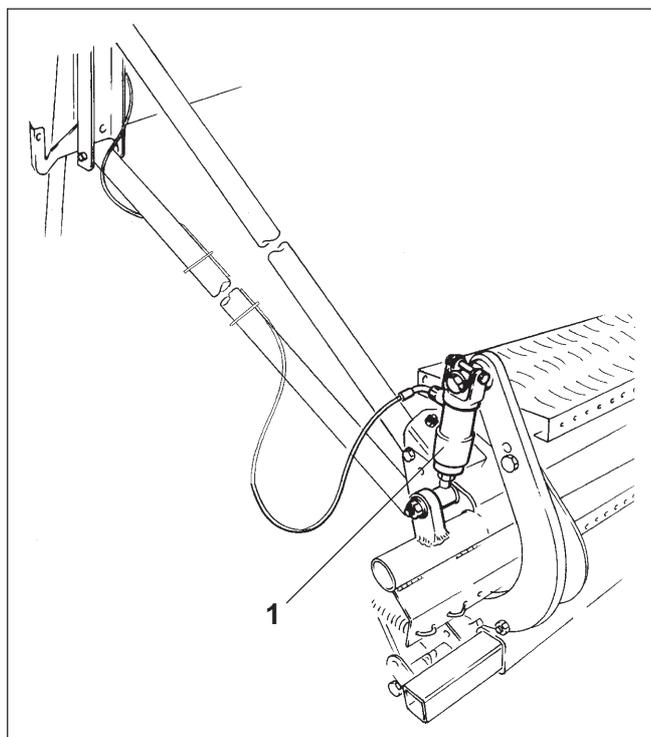
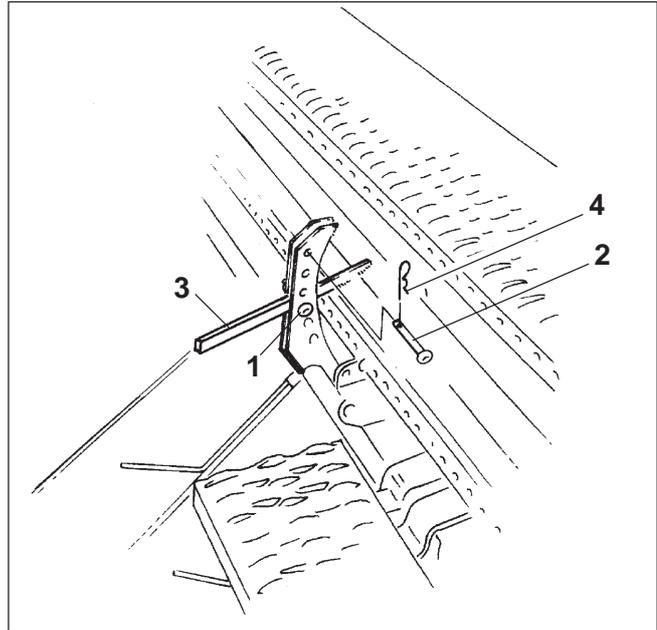
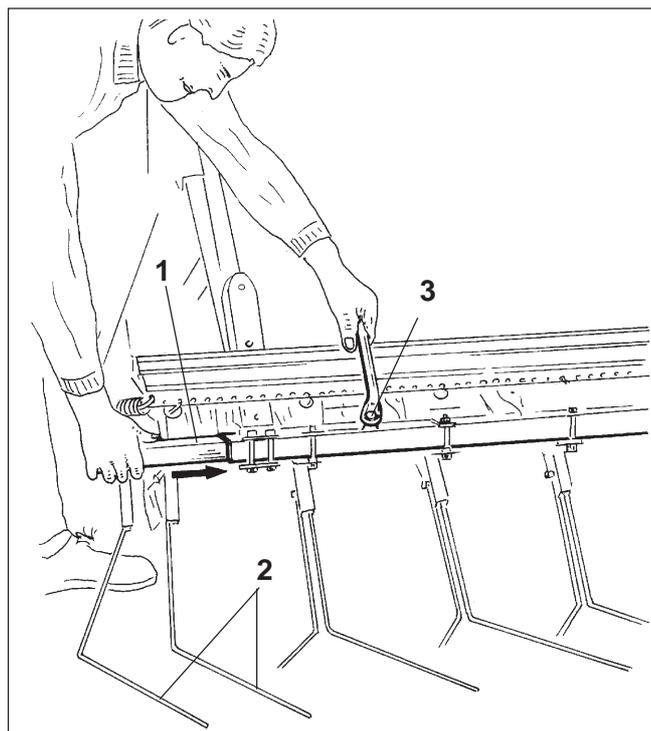

Fig. 24.11
Fig. 24.12
Fig. 24.13
Al pasar de una zona de suelo normal a suelo pesado y viceversa, la presión del rascador se regula mediante un cilindro hidráulico (fig. 24.11/1).
Se introducen dos pernos (fig. 24.12/1 y fig. 24.12/2) como topes de la palanca (fig. 24.12/3) en el segmento de regulación. La palanca (fig. 24.12/3), que es accionada por el cilindro hidráulico (fig. 24.11/1), está apoyando en el perno I (fig. 24.12/1).
- poner el cilindro hidráulico (fig. 24.11/1) sin presión
- introducir el perno II (fig. 24.12/2) en uno de los agujeros del segmento de regulación situado por encima de la palanca (fig. 24.12/3) y asegurarlo con un pasador (fig. 24.12/4).
- poner el cilindro hidráulico (fig. 24.11/1) con presión
- introducir el perno I (fig. 24.12/1) en uno de los agujeros del segmento de regulación situado por debajo de la palanca (fig. 24.12/3) y asegurarlo con un pasador (fig. 24.12/4).
Para el transporte por vías públicas se deben introducir a tope en el tubo soporte medio los tubos cuadrados (fig. 24.13/1) de los rascadores exteriores (fig. 24.12/2). Para ello se deben aflojar previamente los tornillos de fijación (fig. 24.13/3) y finalmente volverlos a apretar.
En la parcela se vuelven a situar los rascadores exteriores (fig. 24.13/2) en posición de trabajo de acuerdo con el aptdo. 24.2.
Introducir a tope los tubos cuadrados exteriores (fig. 24.13/1) antes de iniciar el transporte por vías públicas en el tubo soporte medio y asegurarlos con los tornillos de fijación.